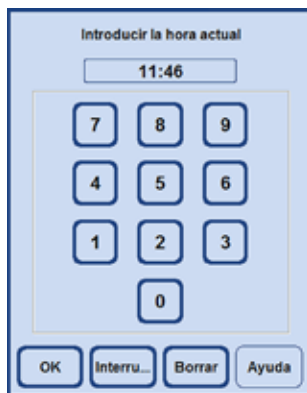

Fig. 93
- Pulsando la tecla **HORA** se abre una ventana en la que se puede introducir la hora actual (fig. 93).